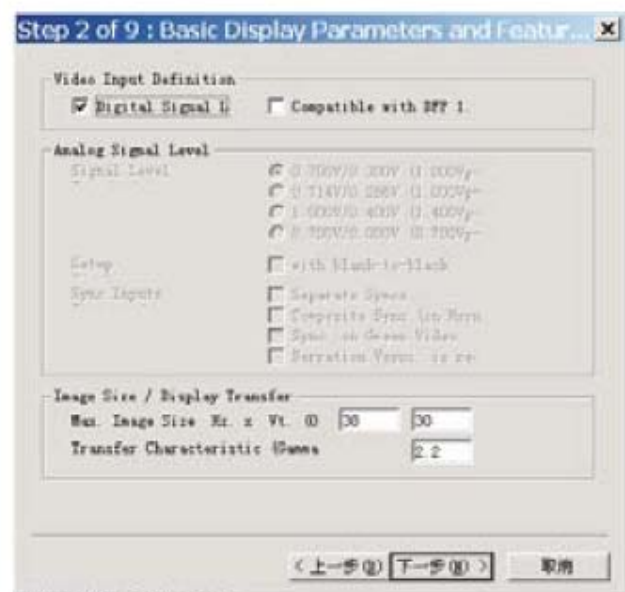

Fig. 32
1. Click Next, bring up Fig. 32.